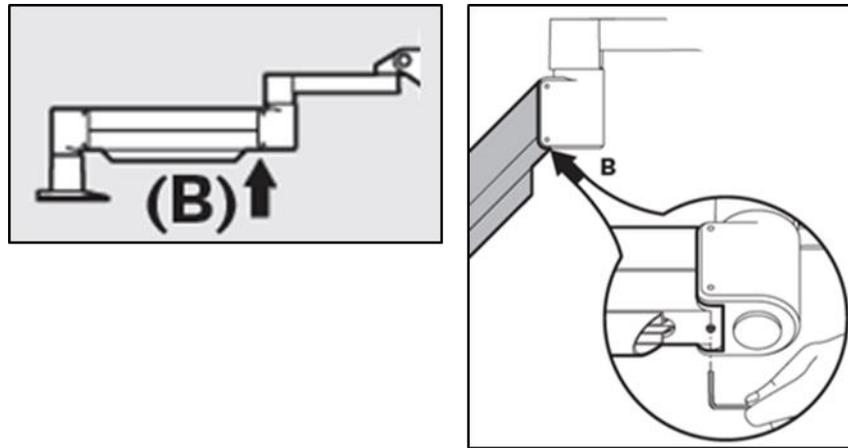

Figura 4-6. Desapertar o parafuso B de definição de contrabalanceamento
- Reposicione o braço horizontalmente. Desaperte o **parafuso de definição B de contrabalanceamento** superior rodando o parafuso pelo menos 1/2 volta. Use uma chave Allen 3/32. Consulte a figura 4-6.
- Posicione o braço na horizontal e aperte o **parafuso A de definição do contrabalanceamento** até que exista contacto, depois aperte 1/2 a 3/4 de volta. Consulte a Figura 4-6.